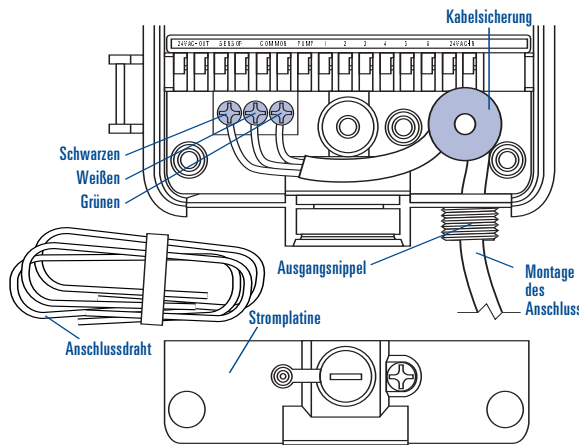

Figure A4: Removing "Line Cord"
- Schraube der Kabelsicherung und die drei Schrauben im Klemmenblock lösen und Anschlusskabel vollständig herausziehen. [Siehe Abbildung A4]